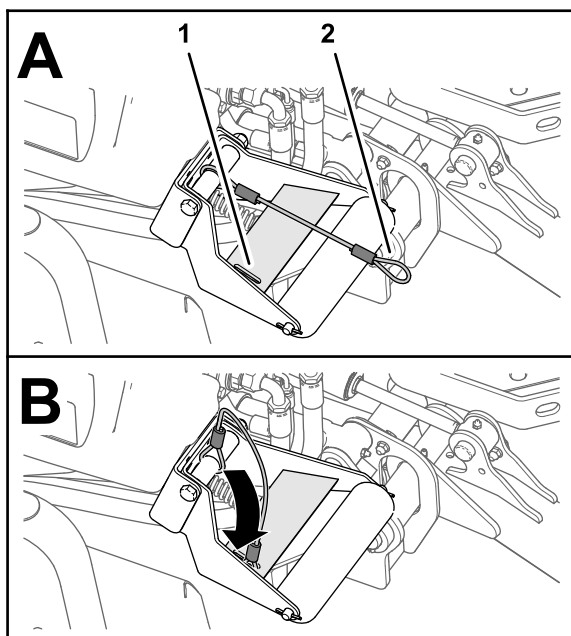

Рисунок 29
4. При опущенных режущих блоках вставьте петлю стропа в паз усиливающей пластины опоры валика (Рисунок 29).